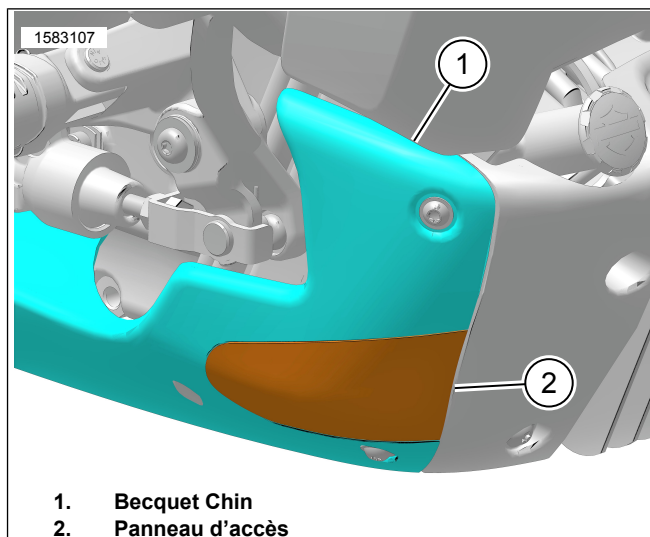

Figure 2. Sportster S becquet avant
1. Voir la Figure 2. **Sportster S**: Retirez le becquet avant droit (1). Consultez le manuel d'entretien.
- a. Retirer le panneau d'accès (2).
- b. Installer le becquet avant de droite (1).